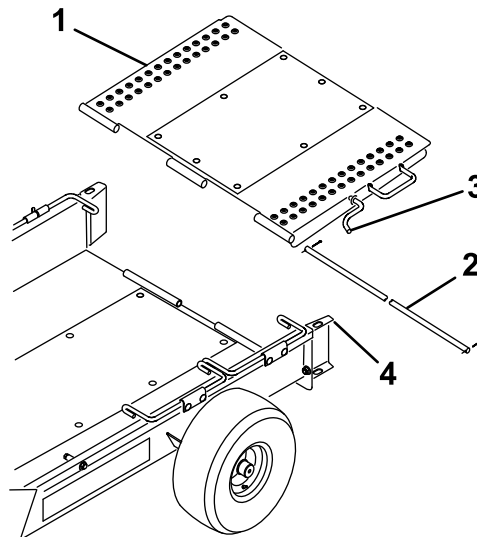

Figura 3
5. Monte a rampa do reboque na traseira da plataforma do reboque com a barra da dobradiça e dois contrapinos (Figura 3).
6. Incline a rampa do reboque para cima e engate o trinco da rampa no furo na parte superior do guia da roda (Figura 3).
8. Incline a rampa do reboque para cima e engate o trinco da rampa no furo na parte superior do guia da roda (Figura 3).